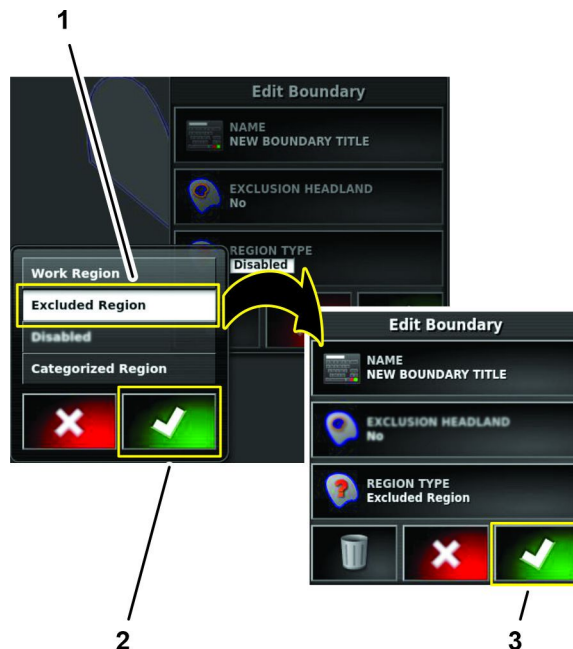

Figura 62
2. En el cuadro de diálogo Tipo de región, pulse el icono REGIÓN EXCLUIDA, y pulse el icono Confirmar (Figura 62).